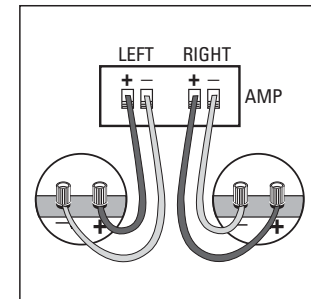

Figura 12—Conecte los cables de altavoz.
4. Una vez que haya terminado de cortar, saque por la abertura los cables que colocó anteriormente y conecte el altavoz. Siga las instrucciones de colocación que venían con el receptor. Corte aproximadamente 3/8 de plg. (9.5 mm) de aislamiento de cada uno de los cables para exponer el metal y retuézalo para formar un solo conductor sin hilachas (deben quedar dos conductores sin hilachas). Conecte el cable de la terminal roja (+) de su amplificador o receptor a la terminal roja (+) del altavoz, y el cable de la terminal negra (–) de su amplificador o receptor a la terminal negra (–) del altavoz. La mayoría de los cables tienen una indicación (código de colores, nervadura, texto, etc.) en uno de los dos conductores para ayudarlo a mantener la uniformidad de la instalación (figura 12).